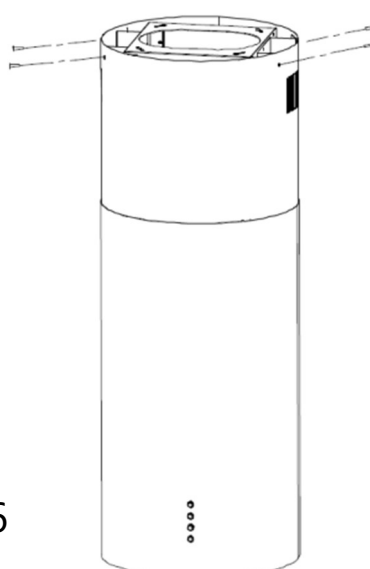

Рис.6
8. Поднимите кожух вверх к подвесному брусу и закрепите с помощью винтов М4\*8 (4 шт.) (Рис.6). Установка завершена.